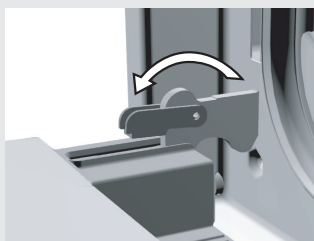

Figure 1
- Ouvrez complètement la porte du four et faites pivoter entièrement les butées – s'applique au système de fermeture conventionnel (Figure 1).